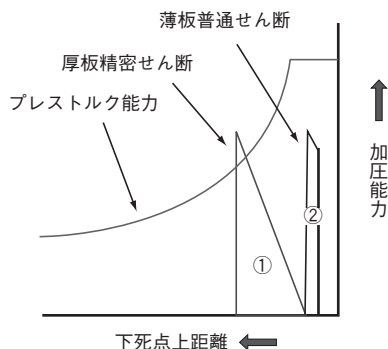

図1 厚板精密せん断と薄板普通せん断での荷重-ストローク曲線
通常のせん断加工は板厚が薄い場合が多く、せん断に要する荷重とプレスの圧力能力の関係にのみ注意を行うだけで問題がなかった。厚板の精密せん断は、製品によっては下死点上10mmを超える位置からの成形となるため、圧力能力以外にトルク能力と仕事能力(作業エネルギー)の検討が必要となる。図1に示すように、薄板と厚板のせん断の荷重-ストローク曲線を比較すると板厚の差の分だけ厚板の方が早く荷重が発生する。
また、せん断加工に必要なエネルギーも通常のせん断加工に比べて大きくなる。図1は、プレスの工程圧力曲線と①の厚板と②の薄板の荷重-ストローク曲線を示している。①の厚板はトルク能力をオーバーしており、せん断エネルギーも大き